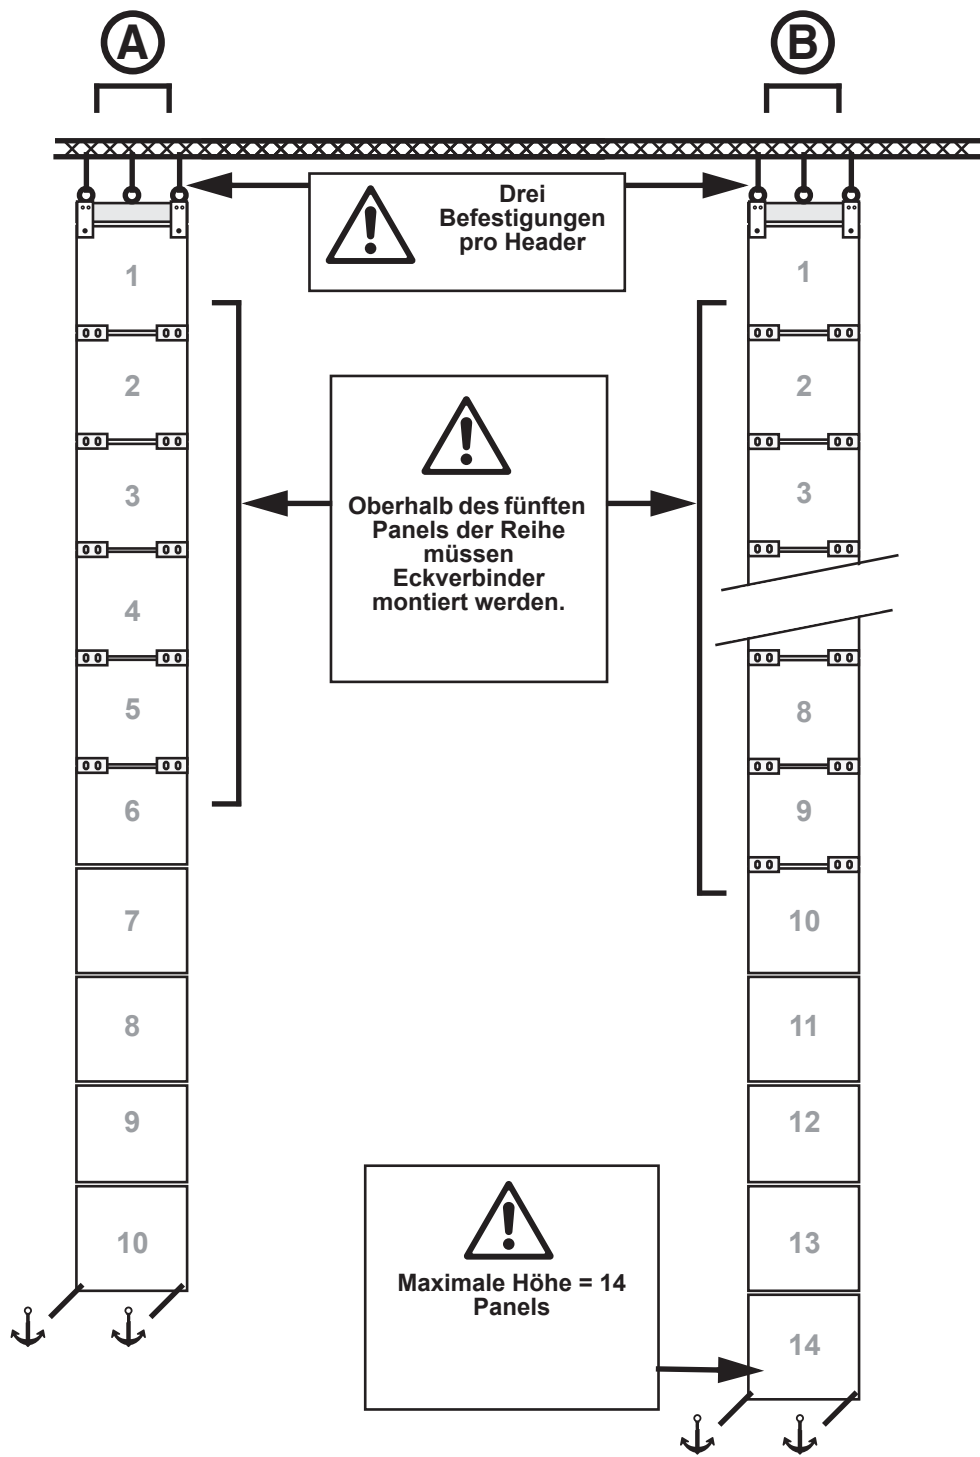

Bild 7: Konfiguration einzelner Reihen
In jeder Reihe, die auf keiner Seite mit einer anderen Reihe verbunden ist, und die höher als fünf (5) Panels ist, müssen Sie die Panels oberhalb des fünften Panels der Reihe jederzeit an allen vier Ecken mit Eckverbindern verbinden. Siehe auch Bild 7 auf Seite 14.
Siehe **A** und **B** in Bild 7. Sie können bis zu vierzehn (14) Panels an einem Single Header befestigen und einzelne Reihen bilden. Die Reihe darf einzeln hängen. Die einzelnen Panels müssen nicht seitlich mit anderen Panels verbunden werden. Beachten Sie in dieser Konfiguration:
- Keine Reihe darf aus mehr als vierzehn (14) Panels bestehen.
- Wenn die Reihe aus höchstens fünf (5) Panels besteht, benötigen Sie keine Eckverbinder.
1. Siehe Bild 7. Legen Sie genügend Eckverbinder zur Stabilisierung der Reihe bereit. Eckverbinder sind als Zubehör von Martin™ erhältlich. Sie benötigen zwei Eckverbinder für jedes Panel oberhalb des fünften Panels von unten. Die unteren fünf Panels müssen nicht mit Eckverbindern stabilisiert werden. Die Verbindung mit den integrierten Verbindern der Panels ist ausreichend.